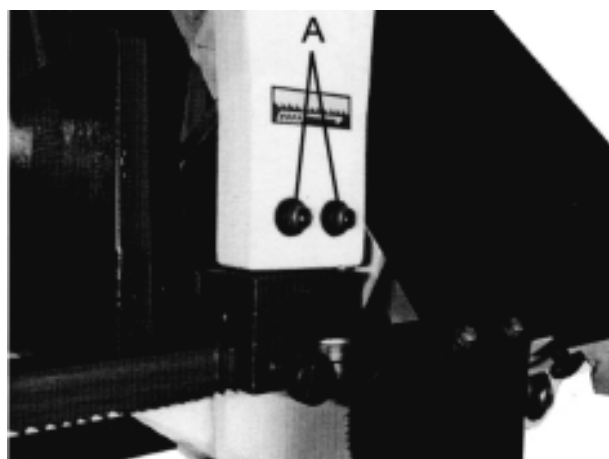

Fig. 15
2. Die zwei Schrauben (A Fig. 15) lösen.
4. Die zwei Schrauben (A Fig. 15) festziehen.